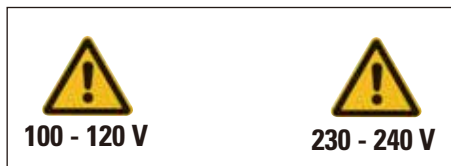

図3
- 装置裏面の電圧ラベル（図3）を確認し、納品された装置が正しい電圧範囲に設定されているかチェックしてください。